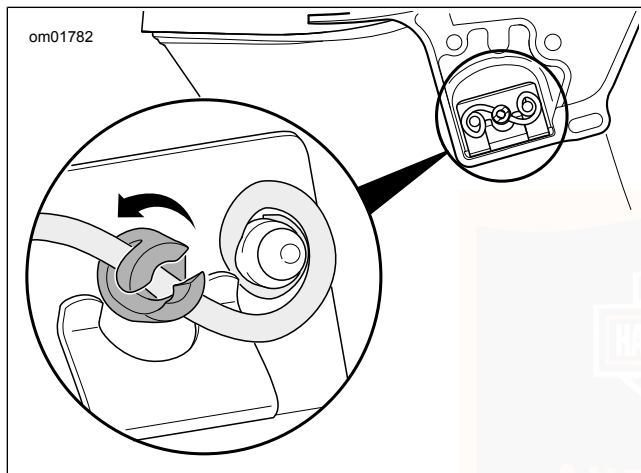

Abbildung 58. Einbau der Befestigungsbolzen (Detailansicht)
3. Siehe Abbildung 58. Die Befestigungsbolzen nach innen drücken und eine Vierteldrehung im Uhrzeigersinn drehen, um den Drahtbügelverschluss einzurasten.